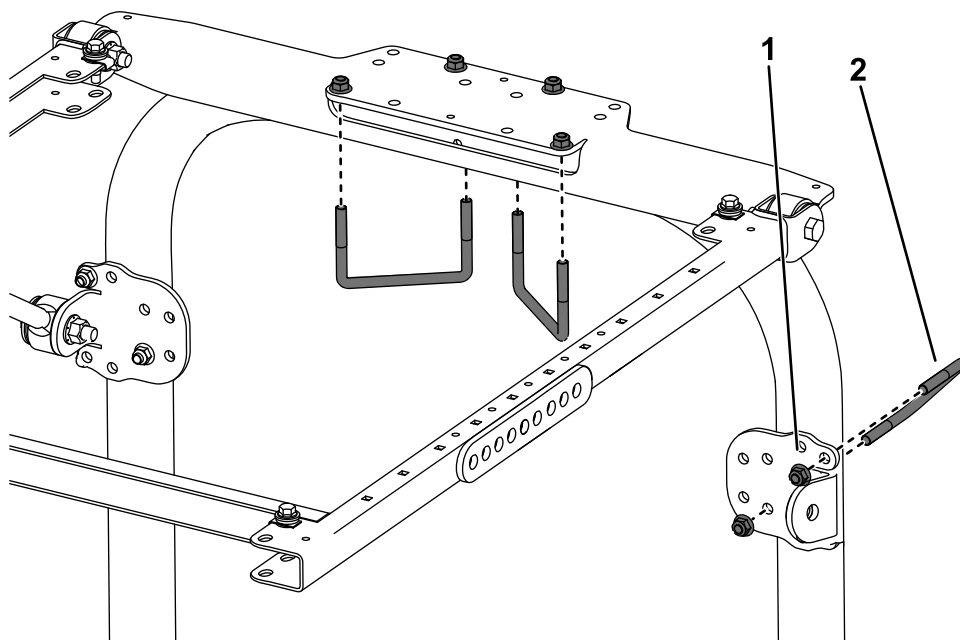

図 43
3. 図 43 に示されている取り付け穴を利用して、各ブレースブラケットを ROPS の柱材に取り付ける U ボルト  $3\frac{1}{8} \times 5$ " とフランジナット 2 個を使用する。